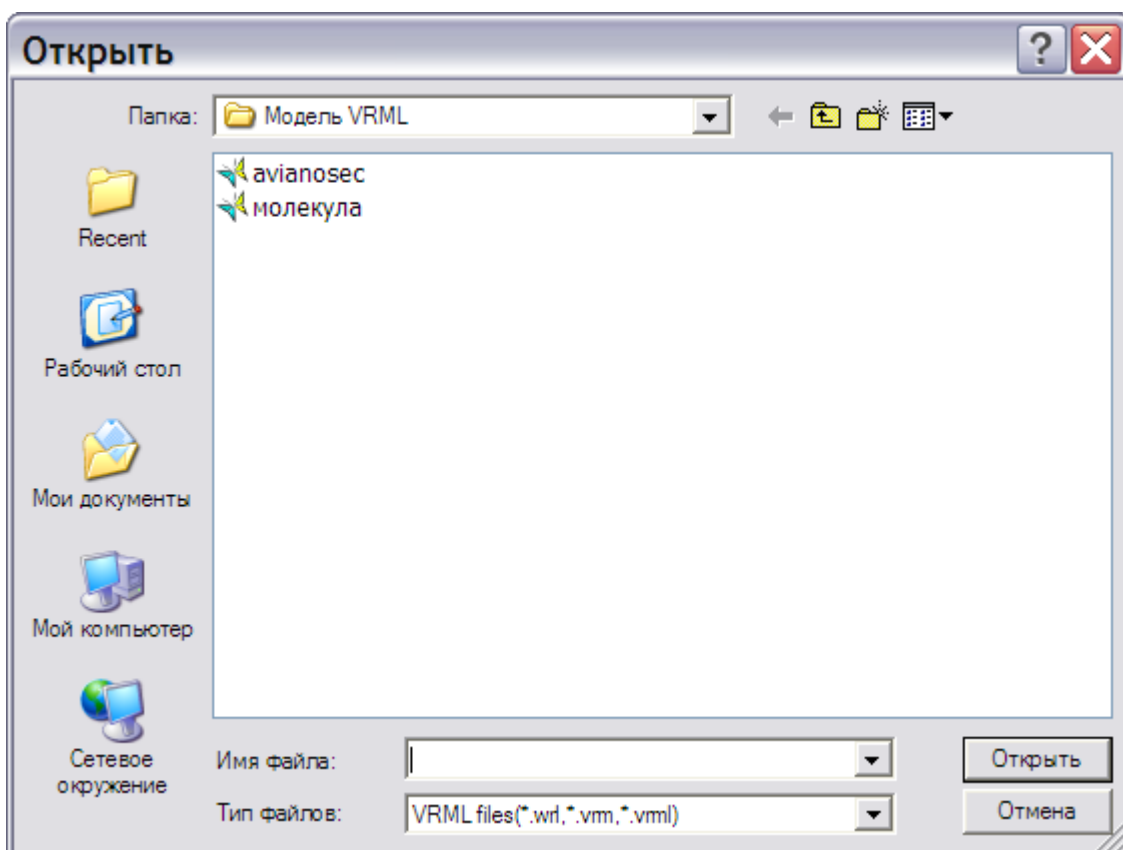

Рис. 5.194
3. Выберите из списка тип вставляемого объекта – **3D-модель VRML**. При этом появится окно **Открыть** (Рис. 5.194).